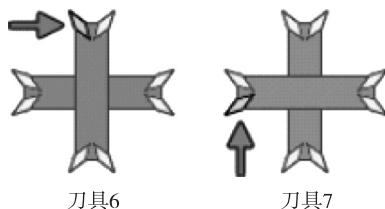

图 8-7 选择切削侧
6) 修改#6 刀具和#7 刀具所属刀塔、切削侧。确认用户选择的插入面设定, 如图 8-7 所示。